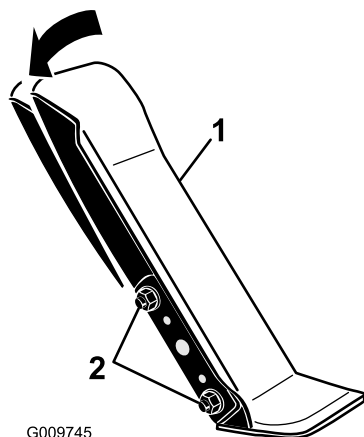

Figure 88
1. Desserrez les deux écrous et boulons qui fixent le côté gauche de la pédale de déplacement au support (Figure 88).